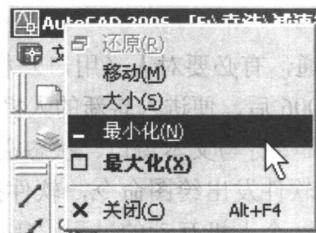

图 1-2 AutoCAD 2006 的控制下拉菜单
(1) 标题栏 标题栏位于应用程序窗口的最上方，用于显示 AutoCAD 的程序图标以及当前打开图形文件的名称。如果没有打开任何文件，AutoCAD 将缺省图形文件名称为 DrawingN.dwg (N 随着打开文件的数目，依次显示为 1、2、3……)。单击标题栏最左边的 AutoCAD 软件图标，会弹出一个控制下拉菜单，如图 1-2 所示。利用该下拉菜单中的命令，可以完成窗口还原、移动、最大化、最小化、关闭的 AutoCAD 操作。在标题栏右侧有三个 Windows 标准按钮，其功能依次为最小化、最大化、关闭。